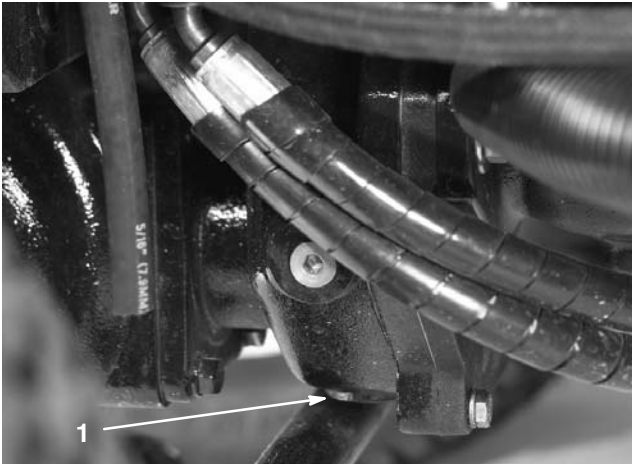

Bild 72
5. Reinigen Sie den Bereich um die Ablassschraube an der Unterseite des Getriebes (Bild 72).